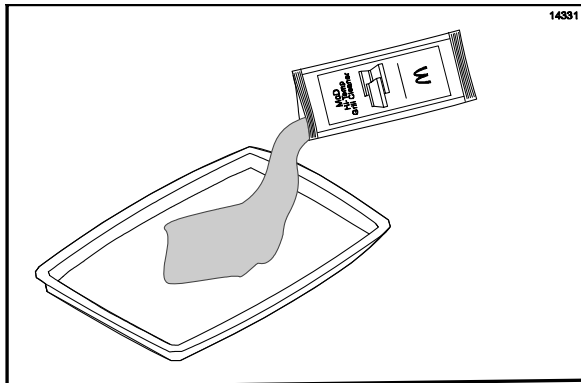

Figura 87
13. Abra uma embalagem do **McD Hi-Temp Grill Cleaner (HTGC - Solução do McDonalds para a limpeza de grills em temperaturas elevadas)**. Despeje o conteúdo em uma bandeja de refeição ou de aço inoxidável. (Veja a Figura 87.)